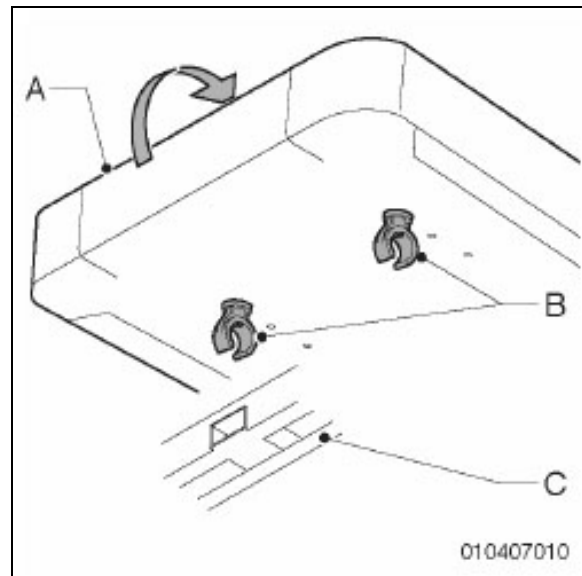

Abbildung 3.13
1. Ziehen Sie den Sitz (Abb. 3.13 - A) an der Vorderseite nach oben.
2. Bei der Befestigung des Sitzes müssen die Klemmen (Abb. 3.13 - B) um das Rohr (Abb. 3.13 - C) im Sitzrahmen einrasten.